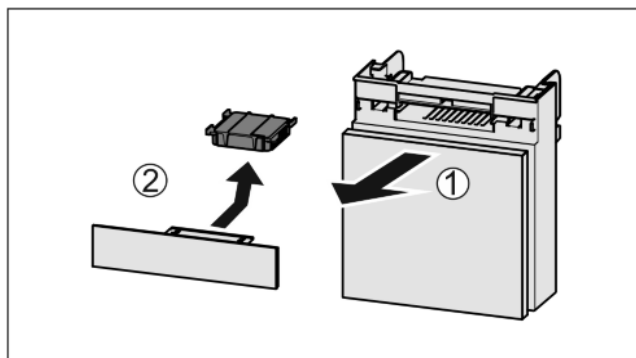

Fig. 64
- ▶ Fach nach vorne herausziehen Fig. 64 (1).
- ▶ Aktivkohlefilter entnehmen Fig. 64 (2).